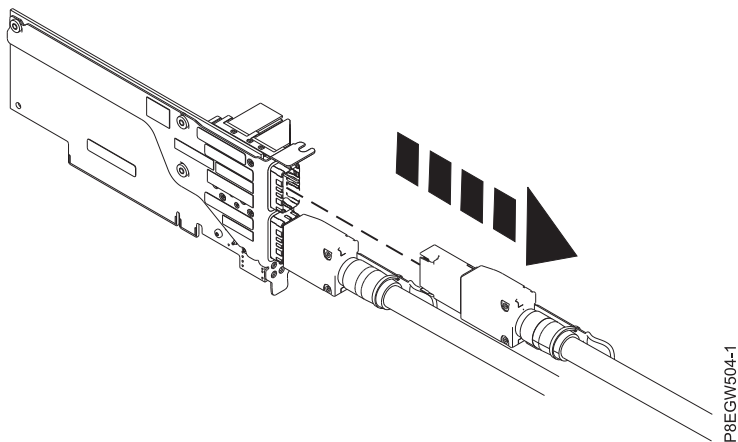

Figura 3. Extracción del cable del cajón de expansión del puerto del adaptador de cable PCIe3 en el sistema host
2. Sosteniendo el tirador, tire del cable del cajón de expansión del puerto del adaptador de cable PCIe3 en el sistema host, tal como se muestra en la Figura 3 en la página 4.